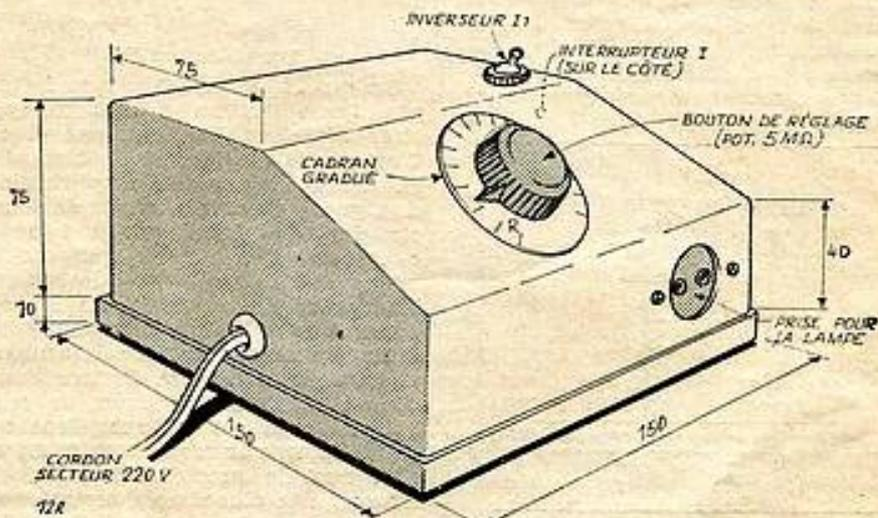

Fig. 4.
Elle sera faite dans une boîte en contre-plaqué, sorte de pupitre sur un socle (fig. 4). Ce socle a été fait d'une planchette de 150×150×10 (en millimètres). Le montage réalisé dessus, sauf certains éléments montés sur le couvercle, il convient donc de les réunir aux autres par des connexions souples assez longues. Ces pièces sont : les deux inverseur et interrupteur I et I₁ et le potentiomètre de 5 MΩ (R).